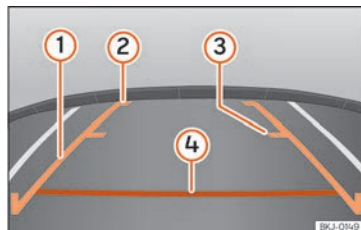

Fig. 249 Visualização no ecrã do sistema Easy Connect: linhas de orientação.
- A carga do veículo modifica a representação das linhas de orientação »» Fig. 249. A largura que as mesmas representam, diminui com o nível de carga. Preste atenção ao espaço envolvente quando o interior ou a bagageira estiverem carregados.
» **Fig. 249**